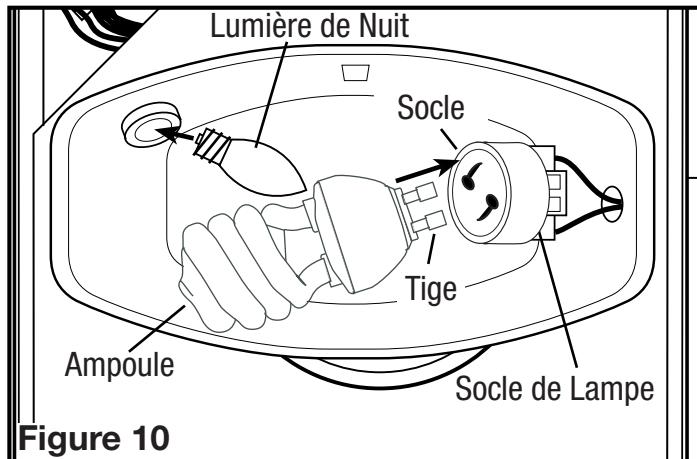

Figure 10
3. Installez la lampe fluorescente de 26 watts dans la douille en alignant les broches de la base de la lampe à la prise de la douille de lampe. Tournez le corps de la lampe dans le sens horaire jusqu'à ce que la lampe s'enclenche et est fermement en place dans la douille. Installer une ampoule de type C7 d'un maximum de 4 watts (culot de type candélabre) dans le support de lampe latéral (**Figure 10**).